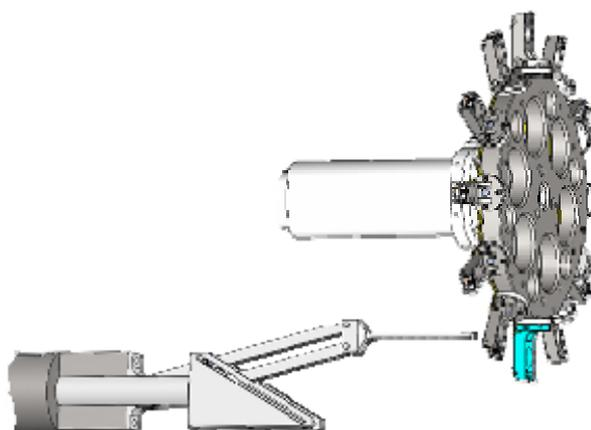

Рис. 11-13
20. Отведите манипулятор в крайнее положение до его остановки (Рис. 11-13).